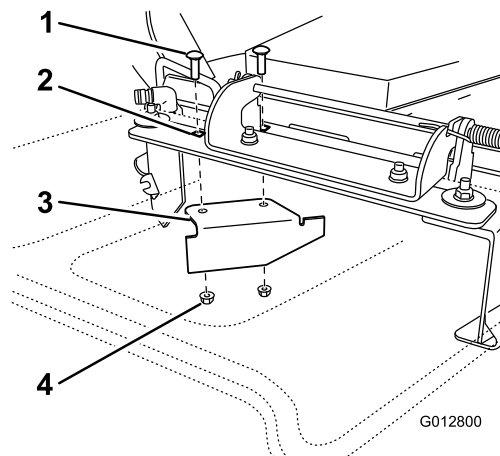

Bild 1
5. Ermitteln Sie das Ablenkblech an der Seitenauswurföffnung am Mähwerk (Bild 1).